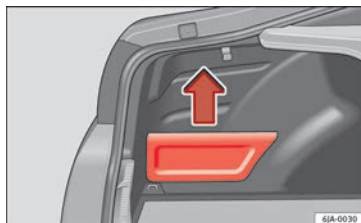

Fig. 161 Bagageira: compartimento para objetos.
– Agarre a tampa no seu lado superior e retire-a no sentido da seta » **Fig. 161.**